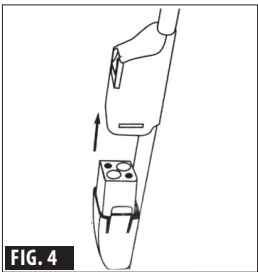

FIG. 4
3. Plaats de oplaadbare accu in het accucompartiment aan de voorkant van de stang, totdat deze vastklikt (zie FIG.4).